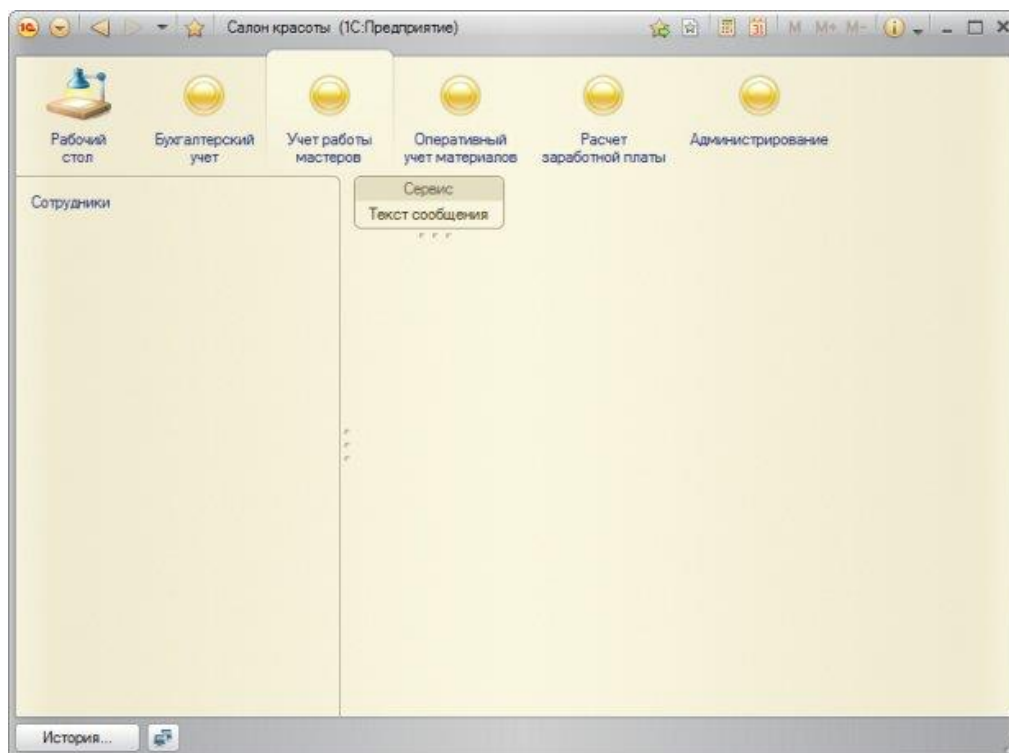

Рисунок 5.2- Константа в панели действий в разделе Учет работы мастеров
3. Посмотрим, как включение константы в подсистему **УчетРаботыМастеров**, отразится на интерфейсе нашего приложения в режиме 1С:Предприятие. Видно, Рисунок 5.2, что в разделе **Учет работы мастеров**, под панелью разделов, появилась еще одна панель. Она называется **панелью действий**. В панель действий автоматически включаются команды, разбитые на группы – **Сервис, Создать, Отчеты**. Группы в панели действий можно создавать и самостоятельно. В нашем случае в панели действий видна группа **Сервис**, содержащая команду для работы с только что созданной константой.